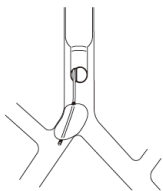

Fig.8
- 1) & 2) Ovenstående kan muligvis tilskrives det faktum, at blokeringsmanchetter er blevet løsnet i luftrørets lumen (herniation) og har indsnævret det (Fig. 8).
- Hvis en herniering som beskrevet i Fig. 8 forekommer, kan hypoksæmi afhjælpes ved blot at tømme manchetter.